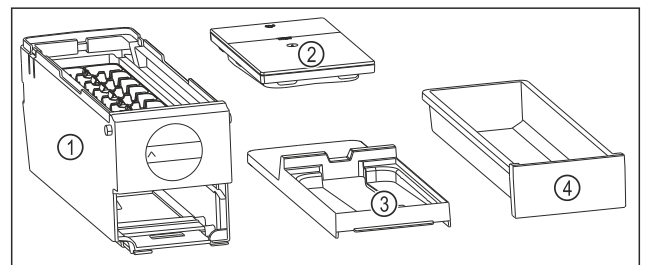

Fig. 133 Componentes del EasyTwist-Ice
- ▷ El EasyTwist-Ice está desmontado en cuatro piezas. (consulte Fig. 133)
- ▶ Desmontar el EasyTwist-Ice solo en los componentes mostrados. (consulte Fig. 133)
- ▶ Limpiar el cuerpo del EasyTwist-Ice Fig. 133 (1) en su totalidad.